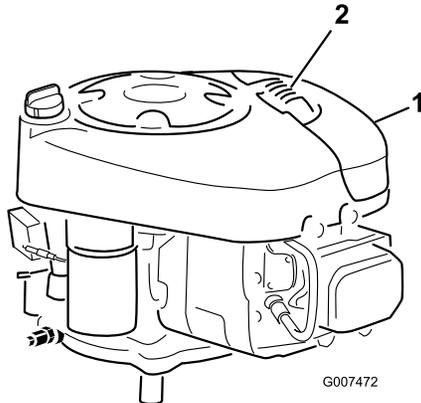

Bild 23
2. Reinigen Sie den Bereich um den Luftfilter herum, um zu verhindern, dass Schmutz in den Motor fällt und Schäden verursacht (Bild 23).
3. Ziehen Sie den Griff an der Luftfilterabdeckung hoch und drehen Sie ihn in Richtung des Motors (Bild 23).